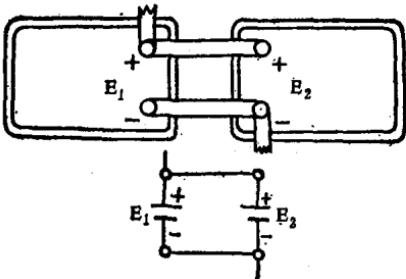

图 1-7 电源的并联
1. 电源的并联：就是电源的正极与正极相接，负极与负极相接，如图 1-7 所示。